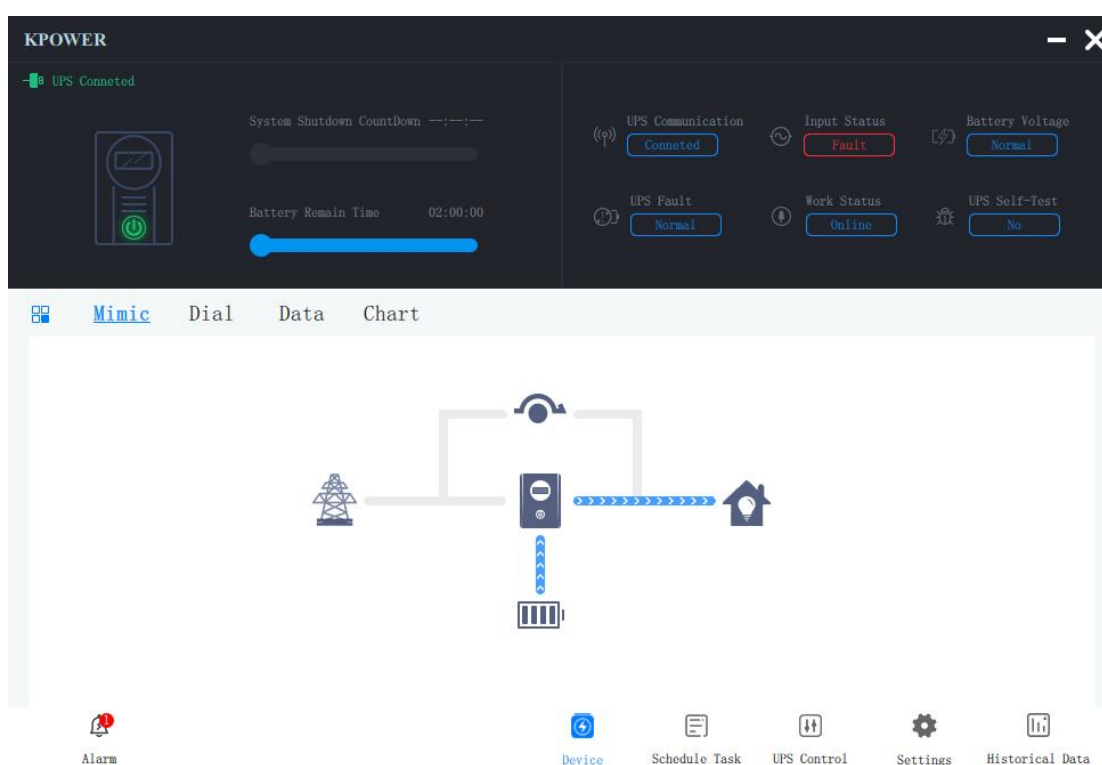

Figura 2-2: Cuenta atrás para el apagado del sistema
- Estado de la entrada. El estado de la fuente de entrada del SAI; cuando la entrada presenta una anomalía, se mostrará como «fallo», tal y como se muestra en la figura 2-2;
El botón que permite acceder a la página de alarmas se encuentra en la esquina inferior izquierda de la interfaz principal; cuando se produce una alarma o se genera un mensaje de estado del SAI, aparecerá el icono de alarma a modo de indicador de advertencia y mostrará el número de mensajes y alarmas actuales, tal y como se muestra en la figura 2-2. Cuando la tensión de entrada es anómala, el icono de alarma de la esquina inferior izquierda mostrará el número de alarma actual. Al hacer clic en el icono, aparecerá una ventana emergente con la información de las alarmas actuales, tal y como se muestra en la figura: